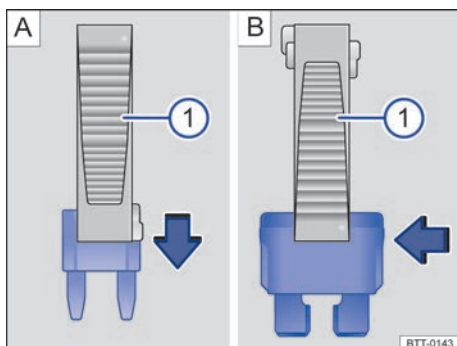

Fig. 128 Quitar o instalar un fusible con la garra de la pinza de plástico ①.
- De ser necesario, retire la pinza de plástico → fig. 128 ① del soporte. El soporte se encuentra en la parte trasera de la caja de fusibles cerca de la toma de diagnóstico.
- En caso de *fusibles pequeños*, encajar la garra ① por encima → fig. 128 A.
- En caso de *fusibles mayores*, empujar la garra ① lateralmente sobre el fusible → fig. 128 B.
- Si el fusible está quemado, sustituir el fusible por uno nuevo de la *misma* intensidad de corriente (mismo color e inscripción) y del *mismo* tamaño → ①.